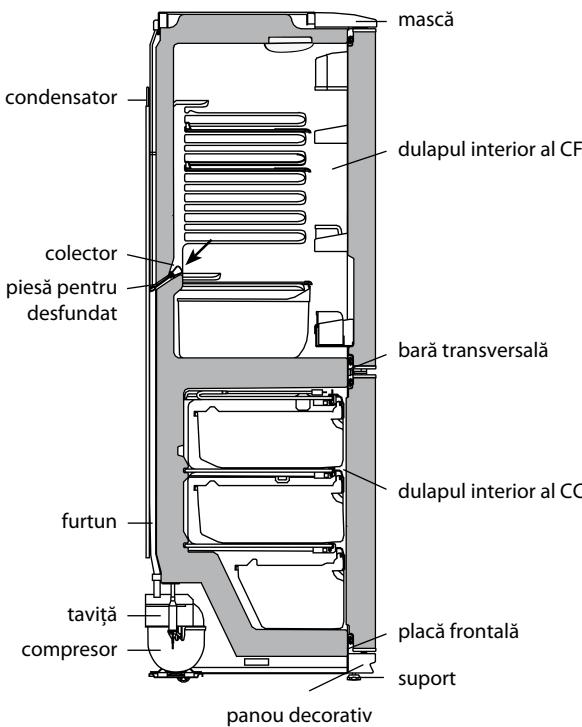

Figura 4 – Schema scurgerii apei rezultate în urma topirii din CF
**2.2.1** În CF se folosește un sistem automat de dezghețare. Bruma, care apare pe peretele din spate al CF, după deconectarea compresorului care lucrează în ciclu, se topește și se transformă în picături de apă. Picăturile de apă rezultată în urma topirii se scurg în colector, apoi prin gaura acestuia și prin furtun – în taviță de pe compresor, în conformitate cu figura 4 și se evaporă. Gaura colectorului este dotată cu o piesă pentru prevenirea înfundării sistemului de drenaj.
Prezența apei în colector indică înfundarea sistemului de drenaj. Pentru eliminarea înfundării folosiți piesa corespunzătoare și curățați gaura colectorului, astfel ca apa să se scurgă liber în taviță, apoi spălați piesa și instalați-o în conformitate cu figura 4.
Apa care a apărut pe fundul CF sau care a ajuns în locul de alăturare a barei transversale și a dulapului interior al CF, în conformitate cu figura 4, poate provoca coroziunea dulapului exterior al frigiderului și elementelor agregatului frigorific, defectarea izolației termice, formarea crăpăturilor dulapului interior și defectiunea frigiderului.
**SE INTERZICE** să decongeleți congelatorul fără utilizarea elementului pentru drenare. Apa rezultată în urma topirii care se scurge din cameră afară de elementul pentru drenare, pătrunzând în locul de alăturare a plăcii frontale la dulapul interior în conformitate cu figura 4, poate